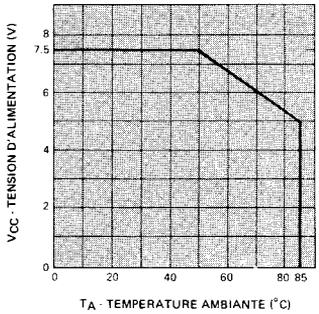

FIGURE 3 – Tension d'alimentation max. en fonction de la température ambiante  $R\theta_{JA} = 175^{\circ}\text{C/W}$ . Dispositifs à 5 V
- Diminue de  $0,071\text{ V}/^\circ\text{C}$  au-dessus de  $T_A = 50^\circ\text{C}$  (voir figure 3).